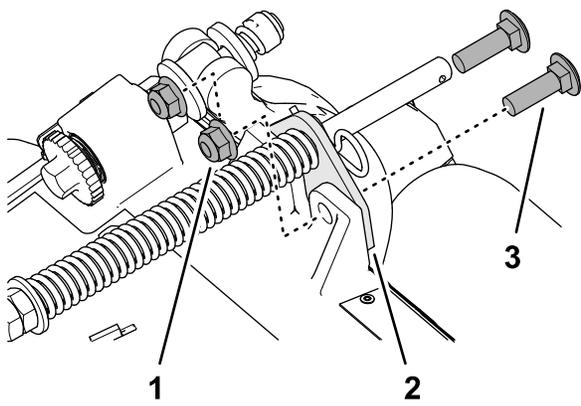

图 14
2. 拆下将草坪补偿支架固定到滚刀组架的 2 个凸缘锁紧螺母 ($\frac{3}{8}$ 英寸) 和 2 个托架螺栓 ($\frac{3}{8}$ x $1\frac{1}{4}$ 英寸) (图 14)。